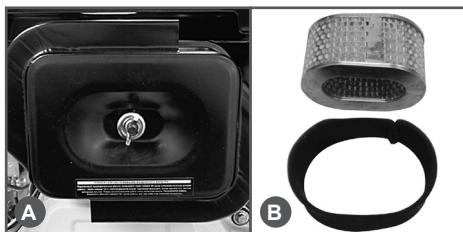

Рис. 17 Воздушный фильтр
1. Открутите барабанную гайку и снимите крышку воздушного фильтра (Рис.17А).
- Воздушный фильтр состоит из двух фильтрующих элементов (Рис.17В):